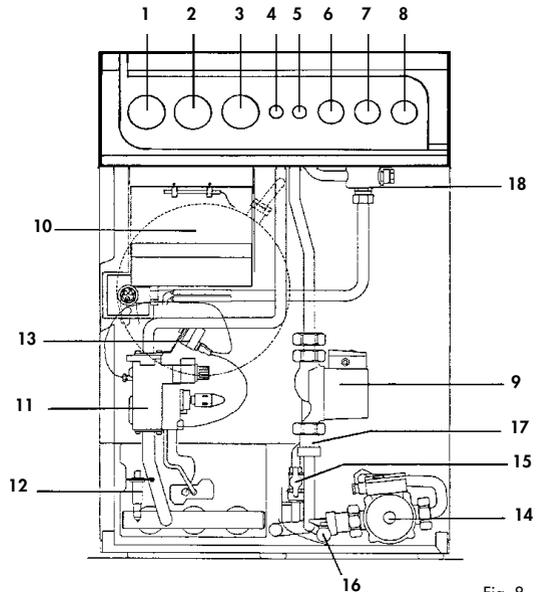

Fig. 8
Predisporre il commutatore Estate-Spento-Inverno 6 (fig. 8) sul pannello della caldaia, in posizione "Inverno".
Posizionare il termostato di regolazione caldaia 8 (fig. 8) al valore minimo.
Predisporre il commutatore Estate-Spento-Inverno 6 (fig. 8) sul pannello della caldaia, in posizione "Estate" o "Inverno" a seconda dell'esigenza; regolare il termostato di caldaia ed il termostato del bollitore alla temperatura desiderata, a questo punto la caldaia è pronta per funzionare automaticamente.
Nel caso si verifichi l'intervento del TERMOSTATO FUMI, bisogna svitare il coperchietto (pos. 5 - fig. 8) di protezione posto sul cruscotto portastrumenti e riarmarlo" manualmente agendo direttamente sul termostato dopodiché la caldaia riprenderà il suo normale funzionamento.
La regolazione della temperatura dell'acqua di riscaldamento si effettua ruotando la manopola del termostato di regolazione pos. 8 (fig. 8), sul quadro comandi. Ruotando la manopola in senso orario la temperatura dell'acqua di riscaldamento aumenta; in senso antiorario, diminuisce. La temperatura minima non deve essere regolata ad un valore inferiore a 55°, mentre la massima a non più di 90°.
5.07 Regolazione della temperatura dell'acqua sanitaria (fig. 8 - pos. 7)